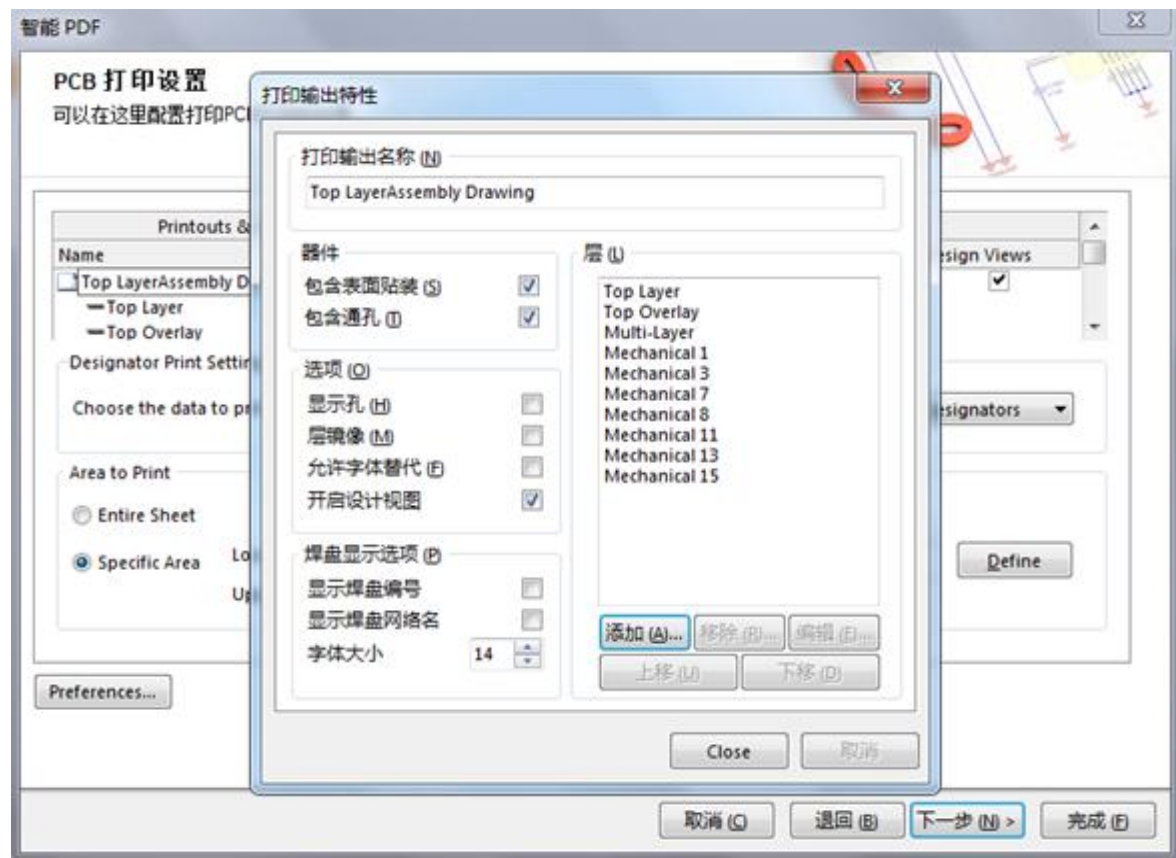

图5-10
(2) 双击“Top layer Assembly drawing”输出栏目条，出现如图5-10所示“打印输出特性”设置界面，在此可以对输出属性进行设置。装配元素一般输出机械层、丝印层以及阻焊层，单击“添加..”、“移除..”、“编辑”等按钮，进行相关输出层的添加删除等操作，